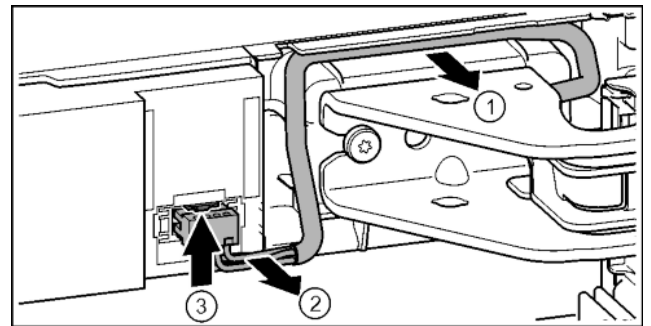

Fig. 17
- Обережно від'єднайте кабель над опорним кронштейном від направляючої. Fig. 17 (1)
- Обережно витягніть жили кабелю із каналу. Fig. 17 (2)
- Притисніть з'єднувальну накладку догори та обережно витягніть штекер. Fig. 17 (3)